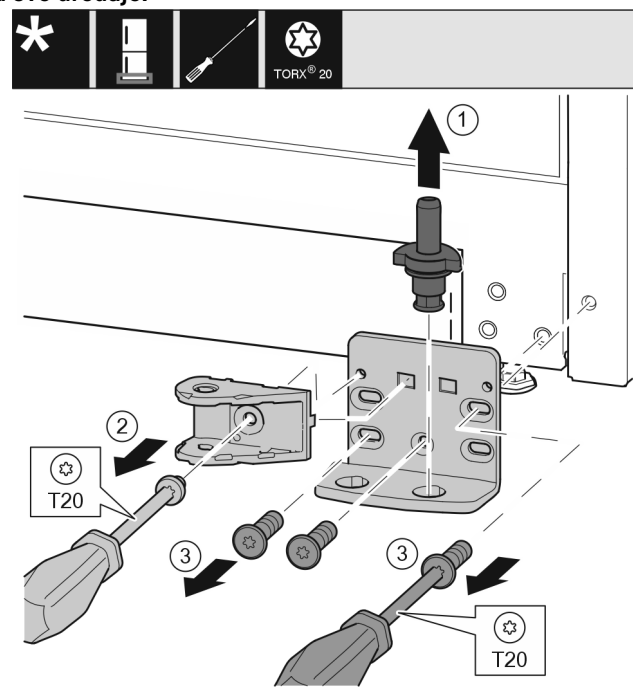

Fig. 34 *
- Izvucite podložak ležaja kompletno prema gore. Fig. 34 (1)*
- Odvijačem T20 odvijte vijke i skinite spojni element prigušivača zatvaranja. Fig. 34 (2)
- ▶ Odvijačem T20 odvijte vijke i skinite podložak ležaja. *Fig. 34 (3)**